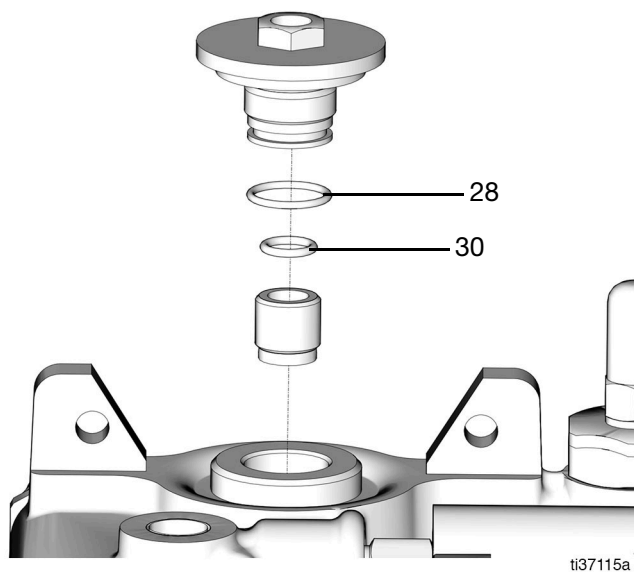

FIG. 51
3. Sustituya la junta tórica interior (30) de la tuerca de retención (9) por una nueva junta tórica y engrásela ligeramente (FIG. 51).
4. Sustituya la junta tórica exterior (28) de la tuerca de retención (9) por una nueva junta tórica y engrásela ligeramente (FIG. 51).